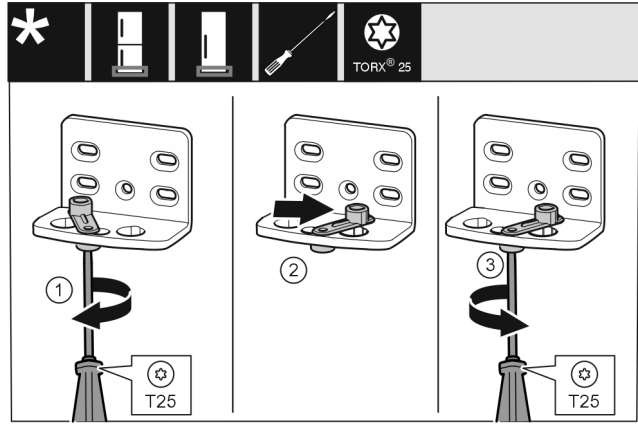

Fig. 23
- ▶ Ruuvaa ruuvit löysälle T25-ruuvimeisselillä. Fig. 23 (1)
- ▶ Nosta oven suljinta ja kierrä sitä reiässä 90° oikealle. Fig. 23 (2)
- ▶ Kiristä ruuvi T25-ruuvimeisselillä. Fig. 23 (3)